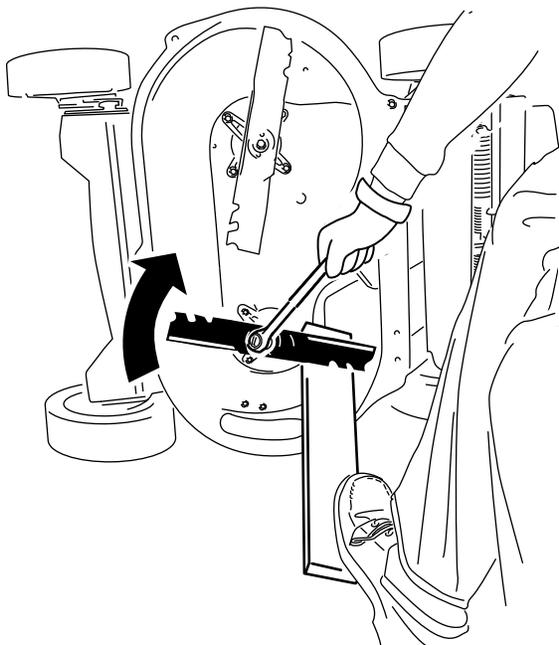

Figura 43
- Fissate ogni lama con una tavola e ruotate in senso antiorario con una chiave torsiometrica come mostrato in Figura 43; serrate il bullone della lama a 82 N·m (60 ft·lb).